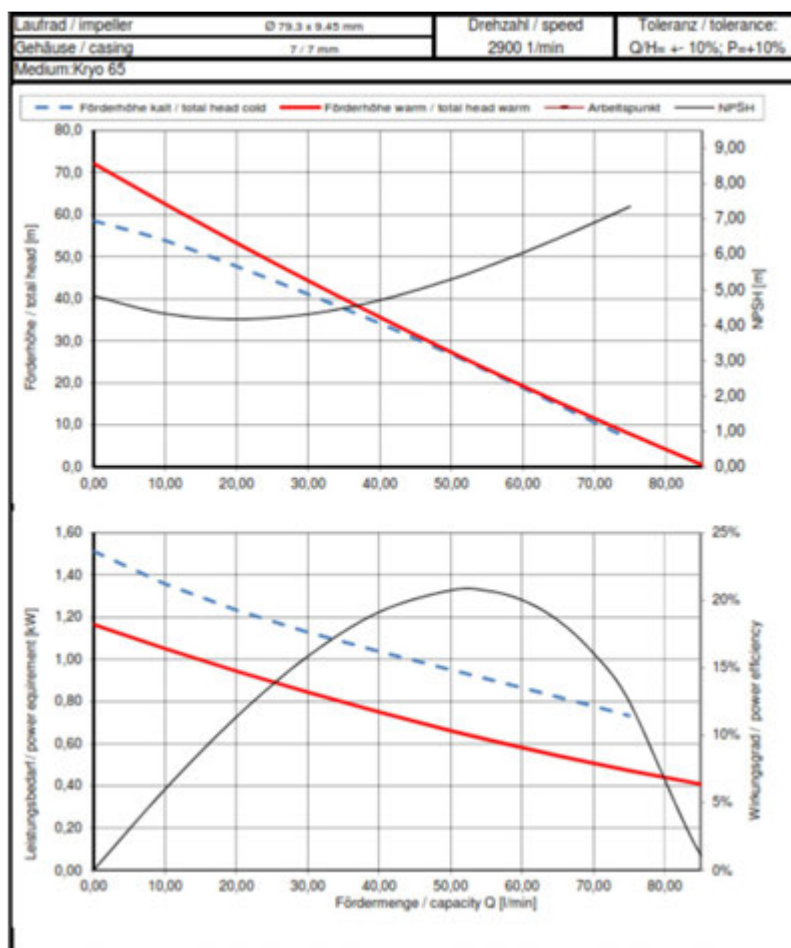
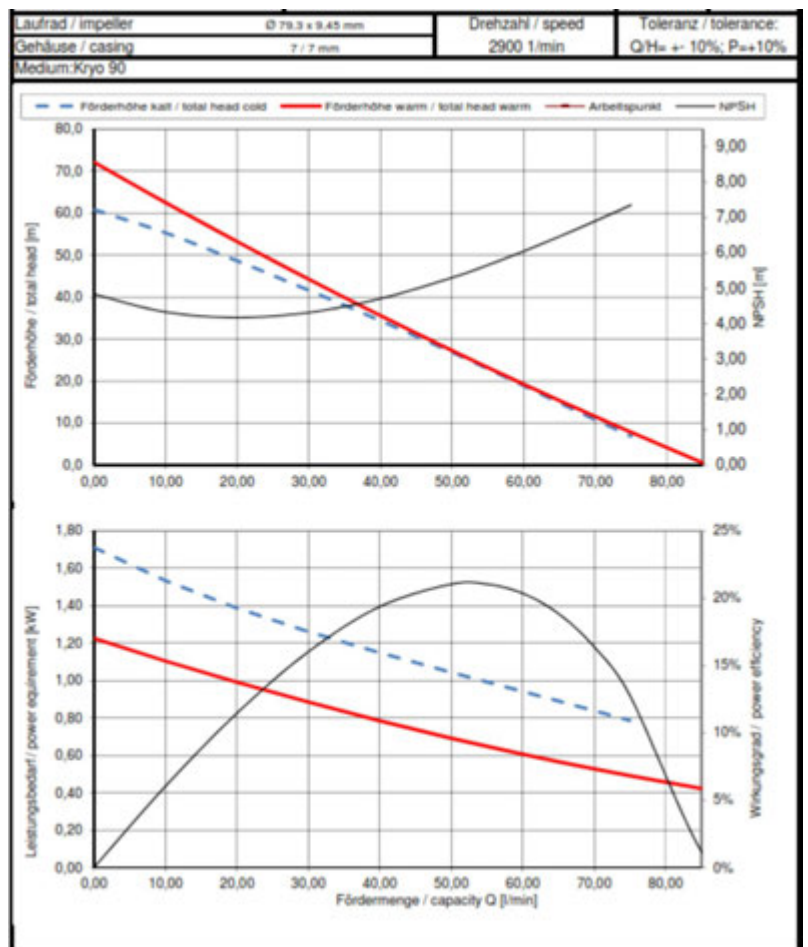

Рис. 10: Характеристика насоса KHS 3560 W
Рис. 11: Характеристика насоса KHS 2190 W
** См. также Рис. 10 и Рис. 11